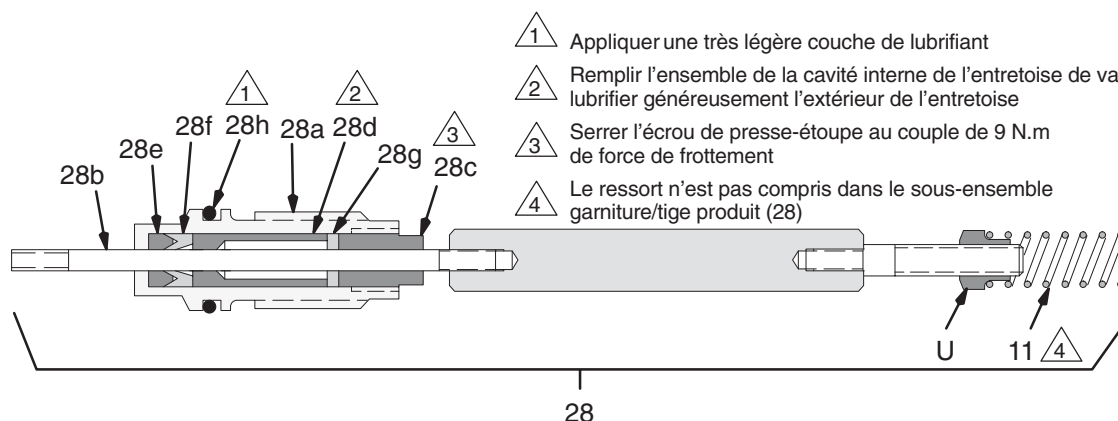

Fig. 24
Si les pièces sont achetées séparément, les remonter en suivant les instructions ci-dessous comme indiqué en Fig. 24.
2. Remplir complètement la cavité interne de l'entretoise (28d) avec de la vaseline. Mettre en place l'entretoise sur la tige produit (28b) dans le sens indiqué Fig. 24. Enduire abondamment de vaseline l'extérieur de l'entretoise.
3. Mettre en place le joint produit (28f), le joint de l'aiguille (28e), et le carter (28a) sur la tige produit (28b) comme indiqué Fig. 24.
6. Mettre en place l'ensemble garniture produit (28) dans le canon du pistolet. À l'aide de la clé à pipe droite de 9 mm (79), serrer le sous-ensemble juste au contact, puis tester la force de frottement sur la tige produit.
7. S'assurer que le ressort (11) est bien installé sur l'écrou (U) comme indiqué Fig. 24.